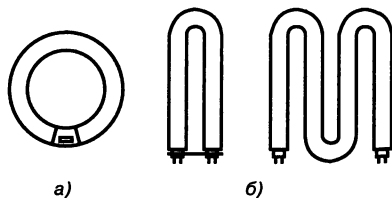

Рис. 3.22. Люминесцентные лампы
- ♦ кольцевыми (рис. 3.22, а);
- ♦ U-образными (рис. 3.22, б).
Эти названия нашли отражение в старых обозначениях светильников для люминесцентных ламп. В настоящее время все лампы, кроме прямых, называют фигурными (рис. 3.22).